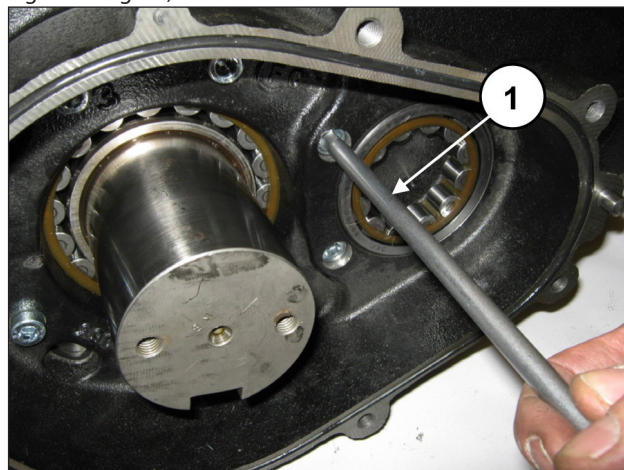
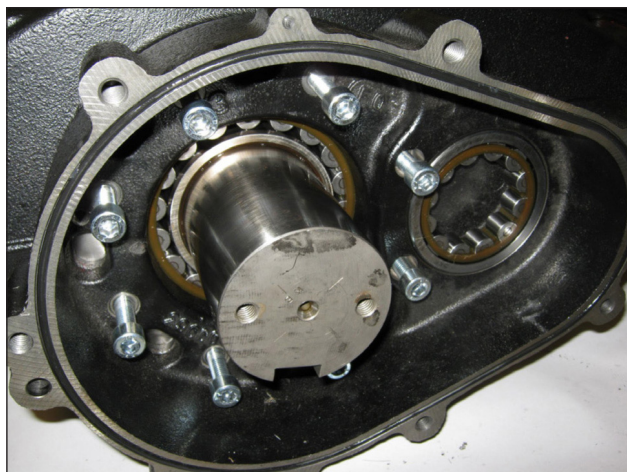

Fig. 21
Fig. 22
Dévisser les vis de fixation du boîtier de réducteur (rep. ①, Fig. 21 et Fig. 22).